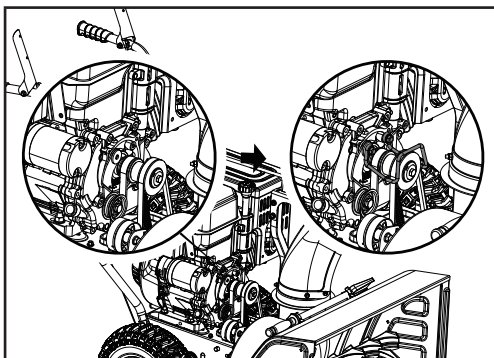

Figure 32
10. Remplacez le protège-courroie et installez les boulons (20 mm / 30 mm) qui avaient été enlevés précédemment. Une fois le protège-courroie réinstallé, assurez-vous que la distance est la même des deux côtés entre la poulie et le protège-courroie (figure 32).